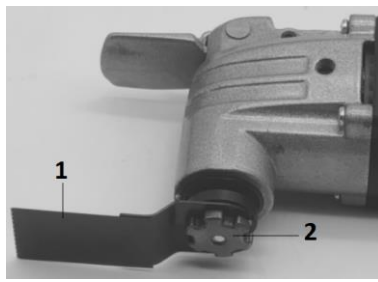

Рис.5
- отвернуть (правая резьба) винт крепления насадки к шпинделю-2, рис.5
-завернуть винт-2, см.рис.5, до упора, удерживая насадку прижатой к шпинделю в нужном положении;